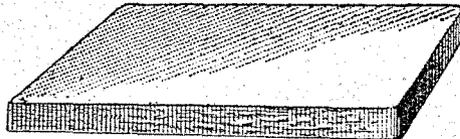

Fig. 432. — Pierre lithographique.
**Préparation de la pierre.** — Si la pierre lithographique (fig.432) est neuve, on commence par rendre sa surface aussi exactement plane que possible ; puis,